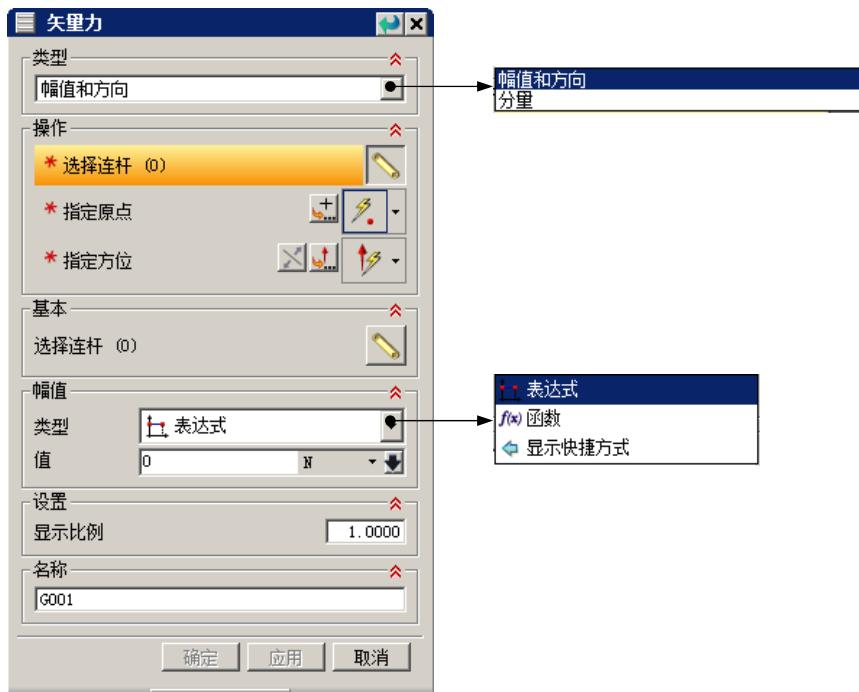

图 9.2.1 “矢量力”对话框
(1) 选择命令。选择下拉菜单  →  →  命令，系统弹出图 9.2.1 所示的“矢量力”对话框。